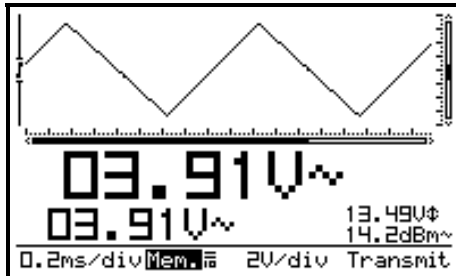

Fig 46
„Transmit“ (1) zal tijdelijk verschijnen tijdens het doorsturen van het bestand. (Fig.46)